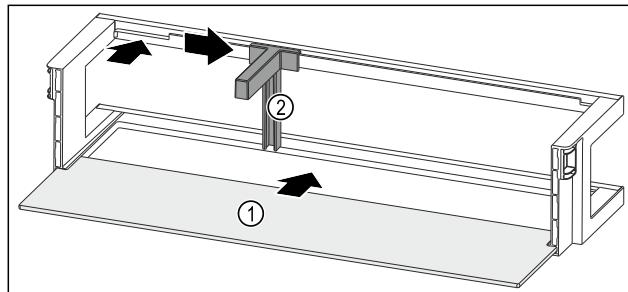

Fig. 101 Рафт на врата с рафт
- Вкарайте рафта Fig. 101 (1) в страничните прорези.
- Поставете преградата за бутилки Fig. 101 (2) в прореза.
- Пълзнете преградата за бутилки Fig. 101 (2) настрани до желаната позиция.